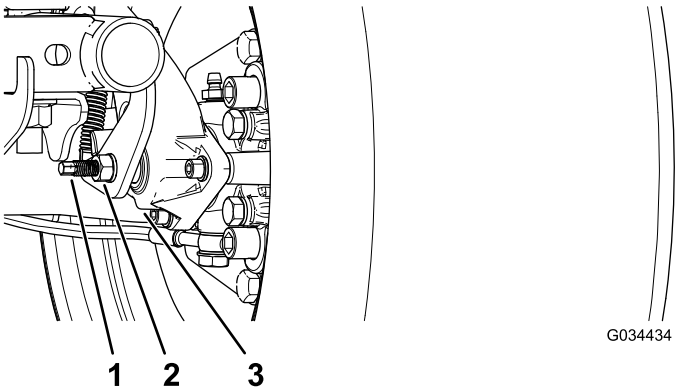

Figura 52
3. Con 2 llaves, sostenga en su sitio el poste de ajuste en la pinza con 1 llave y afloje la tuerca autoblocante un cuarto de giro con la otra llave (Figura 52).
4. Mientras sostiene el poste de ajuste y la tuerca autoblocante en su sitio, gire el poste hacia dentro para apretarlo (Figura 52).
5. Mientras sostiene el poste de ajuste y la tuerca autoblocante en su sitio, retroceda atrás 1/4 de giro (Figura 52).
6. Mientras sostiene el poste de ajuste y la tuerca autoblocante en su sitio, apriete la contratuerca (Figura 52).